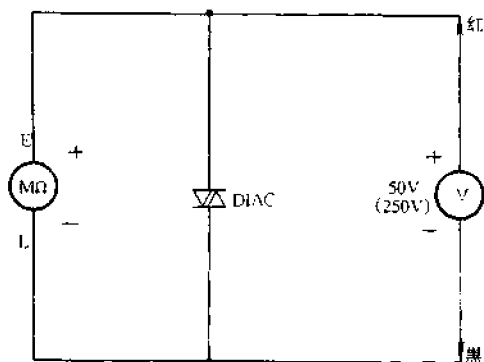

图 4-92 用兆欧表检测双向触发二极管
(1) 将万用表置于  $R \times 1k$  挡,测量双向触发二极管的正、反向电阻值,正常时,都应为  $\infty$ 。测量时,若万用表指针向右摆动,说明被测管有漏电性故障。
(2) 按图 4-92 所示电路进行连接。将万用表置于相应的直流电压挡(视双向触发二极管的具体转折电压而定)。测试电压由兆欧表提供。测试时,摇动兆欧表,万用表所指示的电压值即为被测管子的  $V_{BO}$  值。然后调换被测管子的两个引脚,用同样的方法测出  $V_{BR}$  值。最后将  $V_{BO}$  与  $V_{BR}$  进行比较,两者的绝对值之差越小,说明被测双向触发二极管的对称性越好。
首先用 500 型万用表  $R \times 1k$  挡测量 DB3 的正、反向电阻,均为  $\infty$ ,属正常状态。然后按照图 4-92 所示的电路连接好,使用 ZC-25-3 型兆欧表,将万用表拨至 DC50V 电压挡,分两次测得的结果为:  $|V_{BO}| = 28.5V$ ,  $|V_{BR}| = 28.0V$ ,由此算出该被测管的转折电压差值为 0.5V,对称性很好。但正、反向转折电压值与标称的典型值偏低。